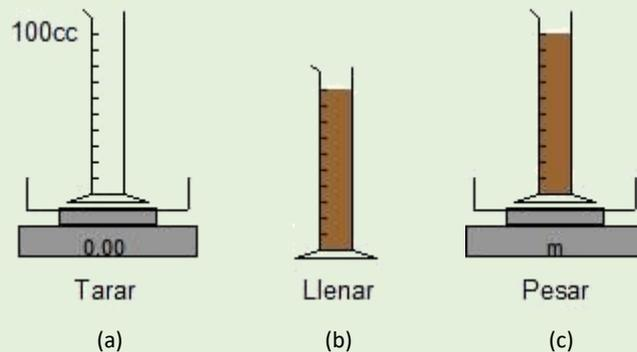

Figura 1. Medida de la densidad con probeta graduada.
Se sigue el procedimiento representado en la figura 1.
- Se tara una probeta graduada de 100 cc en la balanza (figura 1(a)).
- Se llena con 100 cc con la barbotina, con mucho cuidado evitando ensuciar las paredes que quedan por encima del enrase de 100cc, para evitar pesar más barbotina de la que corresponde (figura 1(b)).
- Pesar la probeta con la barbotina (figura 1(c)).
El **picnómetro de líquidos** (figura 1) es un recipiente cilíndrico, con una tapa que tiene un pequeño orificio que permite un enrase exacto y por tanto minimiza el error en la medida del volumen. Normalmente está calibrado para 100 cc y también lleva grabado su peso exacto, que suele ser 200 g.